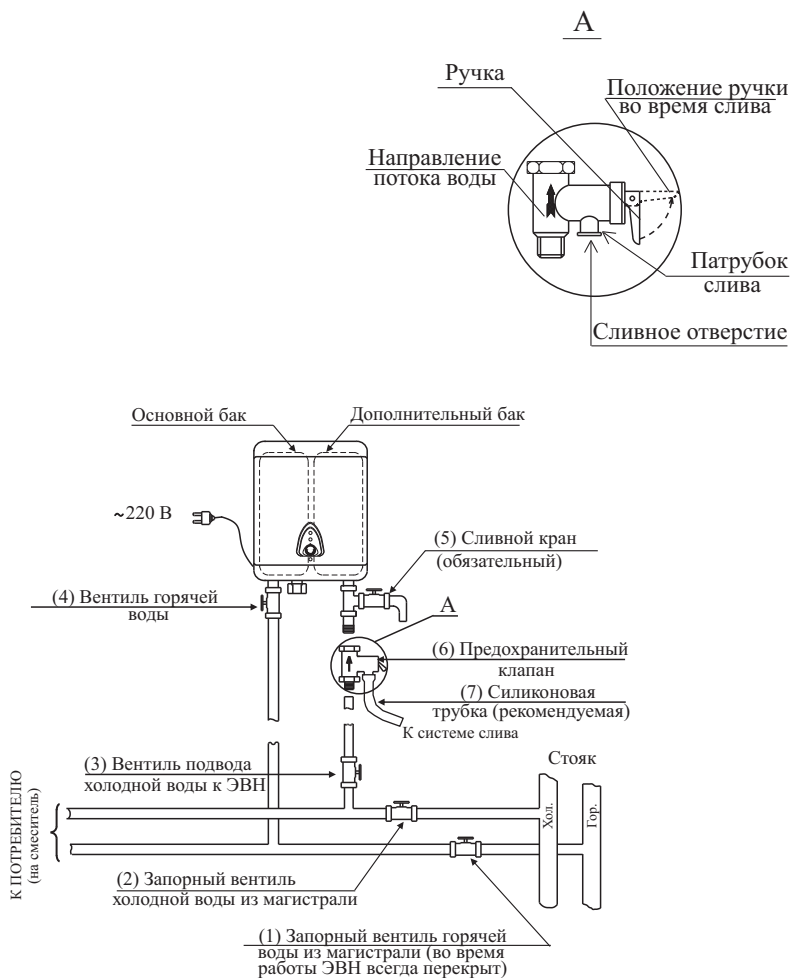

Рисунок 4 - Схема подключения ЭВН к водопроводной сети
- Внутренняя емкость для воды выполнена в виде двух объединенных между собой баков (см. рисунок 4):
📖 Заполните ЭВН водой. Для этого перекройте запорный вентиль горячей воды из магистрали (1), закройте сливной кран (5), откройте запорный вентиль холодной воды из магистрали (2), вентиль подвода холодной воды к ЭВН (3), вентиль горячей воды (4) и кран горячей воды на смесителе. ЭВН заполнен, когда из крана горячей воды на смесителе начнет вытекать, с полным напором, вода. Закройте кран горячей воды на смесителе (см. рисунок 4).
📖 При необходимости полного слива воды из ЭВН (например, при профилактике) надо отключить ЭВН от электрической сети, перекрыть вентиль подвода холодной воды к ЭВН (3), вентиль горячей воды (4) должен быть открытым, открыть кран горячей воды на смесителе и сливной кран (5), через который и слить воду (см. рисунок 4).